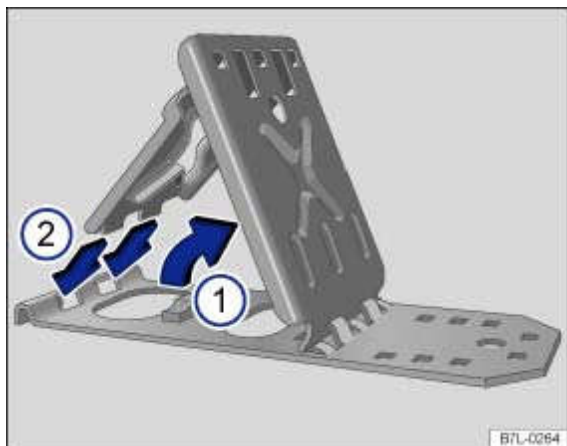

Fig. 258 Montage des cales pliantes
- Soulevez la plaque d'appui → Fig. 258 ① .
- Dégagez la plaque d'arrêt et insérez complètement les deux ergots de la plaque d'arrêt dans les trous oblongs de la plaque de base ②.